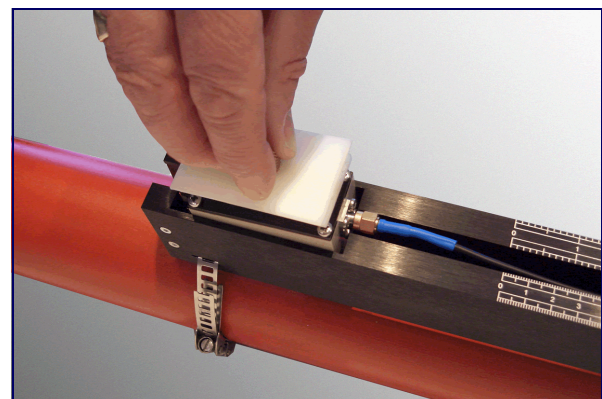

Abbildung 2.8
4. Verbinden Sie das nachgeschaltete Kabel mit einem der Messwandler und lassen Sie Messwandler und Kabel durch die rechteckige Öffnung ab, siehe Abbildung 2.8.